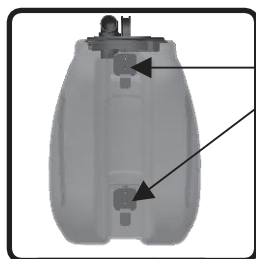
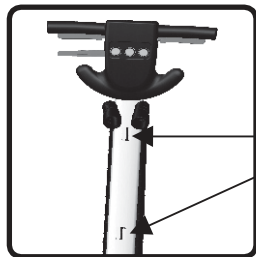

Abb. 5
Abb. 6
- ① Packen Sie die Maschine und den Schmutzwassertank aus;
- ② Stellen Sie den Griff des Geräts in die senkrechte Position. Greifen Sie anschließend den Schmutzwassertank und richten Sie seine beiden Befestigungsriegel (Abb. 5) an den beiden Befestigungsriegeln am Griff aus (Abb. 6). Setzen Sie den Tank anschließend so ein, dass die Riegel einrasten, womit die Montage abgeschlossen ist.